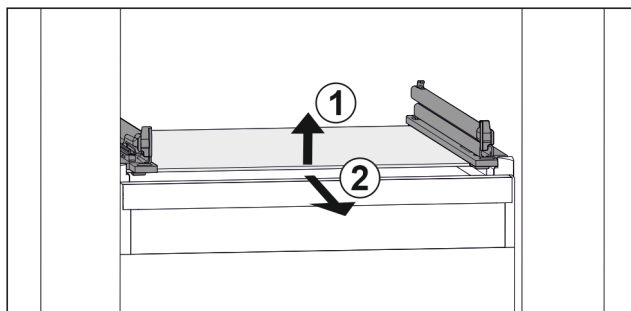

Fig. 30 Примерное отображение стеклянной пластины
- ▶ Приподнимите стеклянную пластину с передних стоек Fig. 30 (1)
- ▶ Извлеките стеклянную пластину движением вперед Fig. 30 (2)